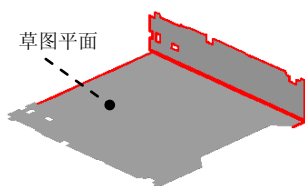
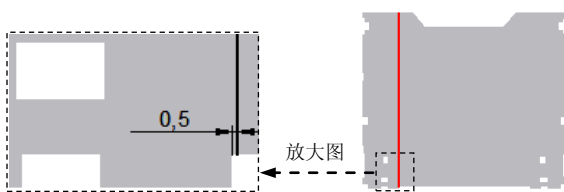

图 8.8.18 折弯特征 1
图 8.8.19 绘制折弯线
(3) 定义镜像平面。选取前视图 (XZ) 平面为镜像平面。
(4) 单击  完成 按钮，完成特征的创建。
Step8. 创建图 8.8.18 所示的折弯特征 1。
(1) 选择命令。单击“主页”功能选项卡“钣金”工具栏中的  折弯 按钮。
(2) 绘制折弯线。选取图 8.8.18 所示的模型表面为草图平面，绘制图 8.8.19 所示的折弯线。